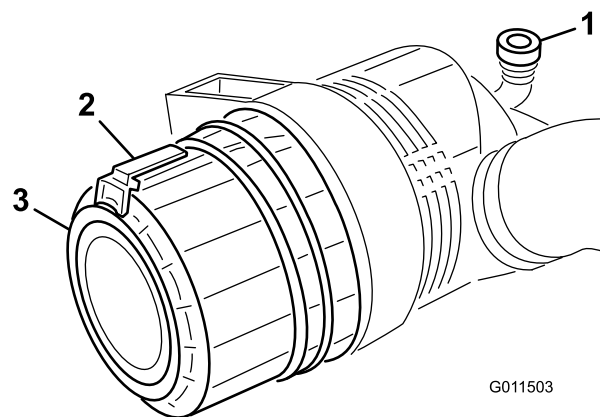

Figura 75
2. Tirate il fermo verso l'esterno e ruotate il coperchio del filtro in senso antiorario (Figura 75).